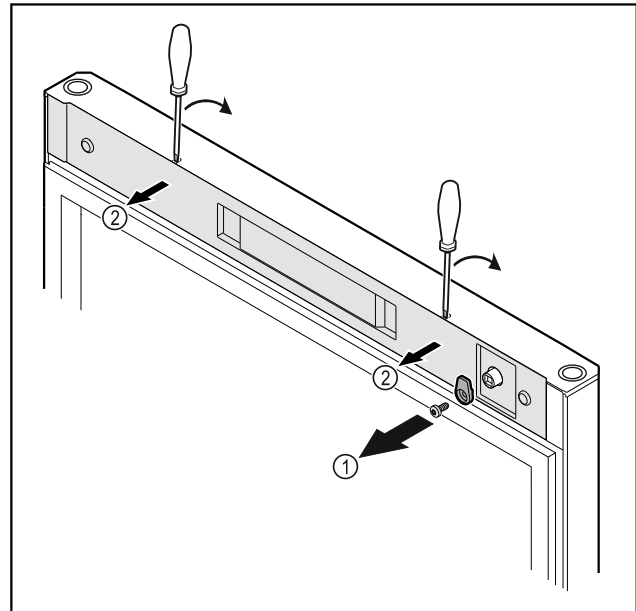

Fig. 16
- ▶ Schließhaken Fig. 16 (1) abschrauben.
- ▶ Abdeckung Fig. 16 (2) mit einem kleinen Schraubendreher ausrasten und abnehmen.